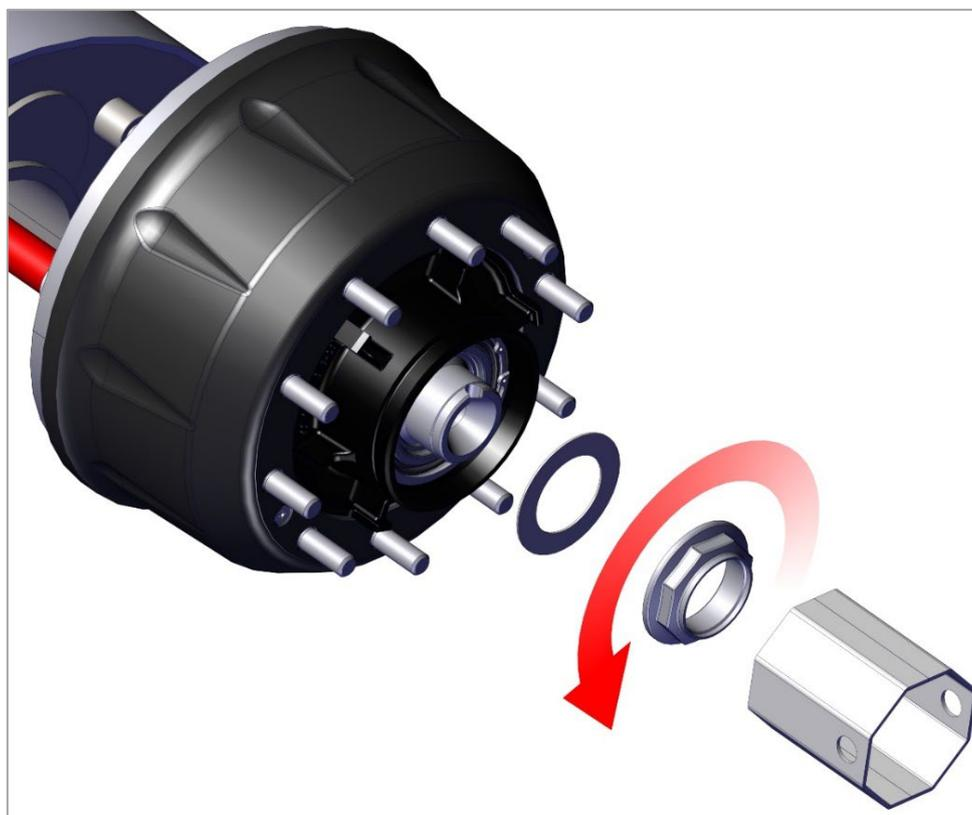

Рис. 12. Снятие гайки подшипников.
2) Отверните гайку подшипников ступицы и снимите упорную шайбу (рис. 12).